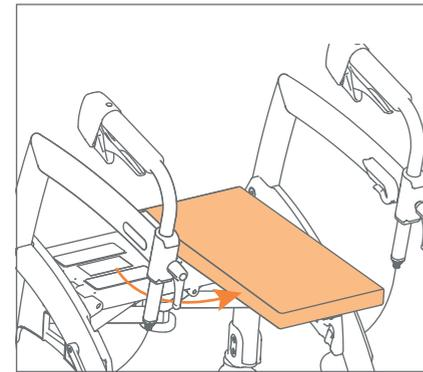

Figura 10: posizionare il cuscino del sedile trasversalmente.
- Tirate via il cuscino del sedile, ruotatelo di 90 gradi e posizionatelo trasversalmente sul lato della maniglia rossa (**Figura 10**).